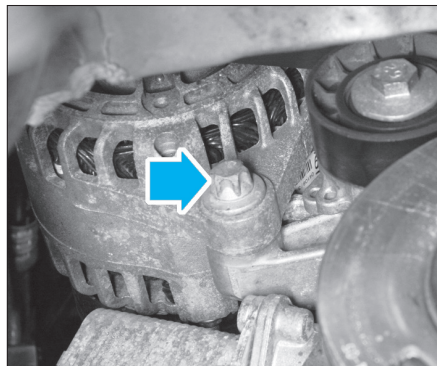

FIG. 9
- la vis inférieure de fixation de l'alternateur (fig. 9).